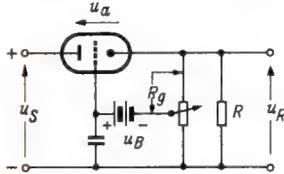
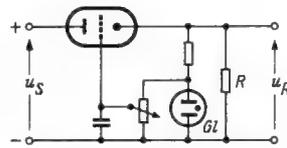

Bild 15. Prinzipschaltung einer Stabilisierung mit Längsröhre und Vergleichsbatterie
Bild 16. Prinzipschaltung einer Stabilisierung mit Längsröhre und Glimmstabilisator zum Erzeugen der Vergleichsspannung
1. Rückwärtsregelung mit Längsröhre (Bild 15 und Bild 16)
Mit steigender Speisespannung erhöht sich die Spannung am Verbraucherwiderstand R. Dadurch steigt nach Bild 15 der Spannungsabfall an R_g . Die Kathode der zur Stabilisierung dienenden Röhre wird positiver gegen das Gitter, d. h. der Anodenstrom wird verkleinert. — In der Schaltung Bild 16 kann angenommen werden, daß durch den Glimmstabilisator das Gitterpotential der Triode festgehalten wird. Jede Spannungsänderung